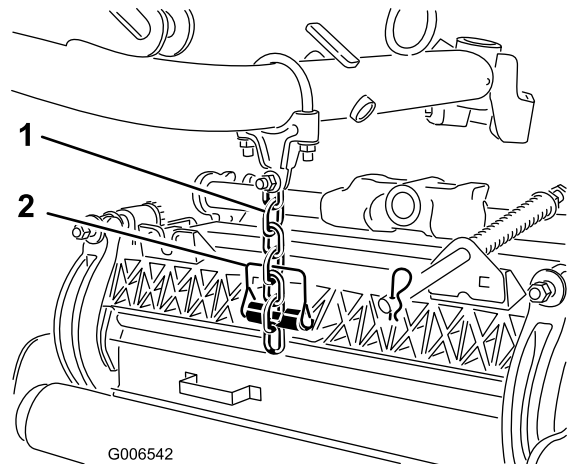

Figura 13
7. Sujete la cadena del brazo de elevación al soporte de la cadena (Figura 13) con el pasador de seguridad, según se indica a continuación: